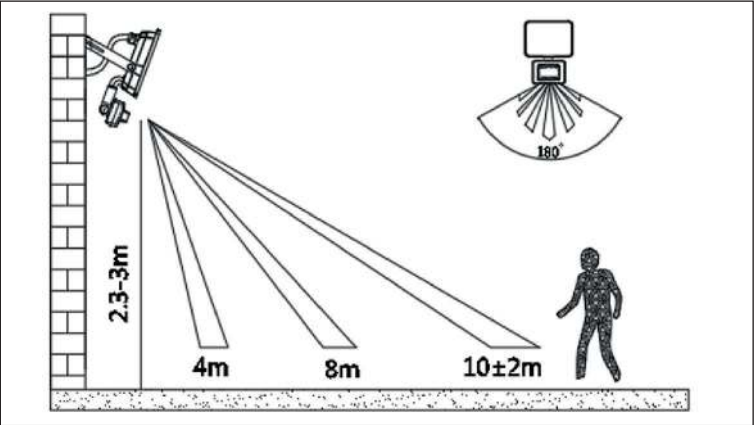

Fig. 4: Range
- Připevněte venkovní reflektor LED. Viz fig 4.